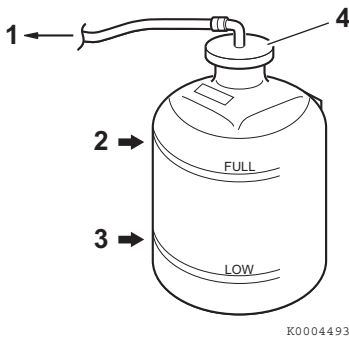

Figure 15
5. Vérifiez le niveau du réfrigérant dans le réservoir. Le niveau doit être situé à la marque FULL (**Figure 15, (2)**). Ajoutez du liquide de refroidissement si besoin est.
6. Enlevez le bouchon du réservoir (**Figure 15, (4)**) pour ajouter du réfrigérant si nécessaire. N'ajoutez pas d'eau.
8. Vérifiez le tuyau en caoutchouc (**Figure 15, (1)**) qui relie le réservoir au réservoir du liquide de refroidissement / échangeur thermique. Remplacez-le s'il est endommagé.